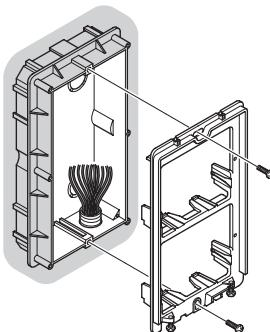

Fig. 3
- Fig. 3** Fissaggio del telaio su scatola da incasso